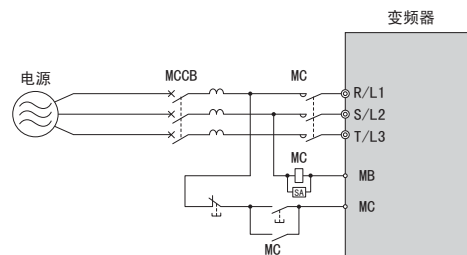

图 8.2 接线用断路器的连接
- 由多台变频器或与其它机器共同使用 MCCB 时，请如图 8.2 所示，使用 MC 接入在输出发生异常时切断电源的顺控回路。